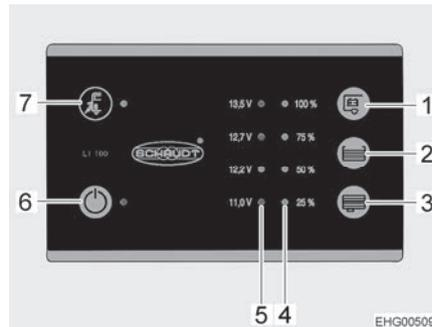

Fig. 100 Panel (LT 100)
El LED amarillo en el símbolo de conexión a la red "🔌" (Fig. 100,7) estará iluminado mientras que el vehículo esté conectado a una alimentación de red externa. Entonces, el LED también estará iluminado al estar el panel desconectado.
- ▷ Por motivos de seguridad, no dejar encendido el interruptor principal de 12 V (Fig. 100,6) con el motor del vehículo en marcha. De este modo, no podrá utilizarse el panel durante la conducción.
El interruptor principal de 12 V (Fig. 100,6) conecta y desconecta el panel y la alimentación de 12 V del habitáculo.
- Pulsar el interruptor "⏻" (Fig. 100,6): La alimentación de 12 V del habitáculo está conectada. El LED está iluminado de color verde.
- Volver a pulsar el interruptor "⏻" (Fig. 100,6): La alimentación de 12 V del habitáculo está desconectada. El LED se apaga.
La serie de LED (Fig. 100,5) indicará la tensión de batería de la batería del habitáculo del modo siguiente:
- Pulsar la tecla "☰" (Fig. 100,1): Indica la tensión de la batería del habitáculo.
La serie de LED (Fig. 100,4) indicará el nivel de llenado del depósito de agua potable o del depósito de aguas residuales.
Pulsar la tecla "☰" (Fig. 100,2): Los LED iluminados indicarán el nivel de llenado del depósito de agua potable.
Pulsar la tecla "☷" (Fig. 100,3): Los LED iluminados indicarán el nivel de llenado del depósito de aguas residuales.